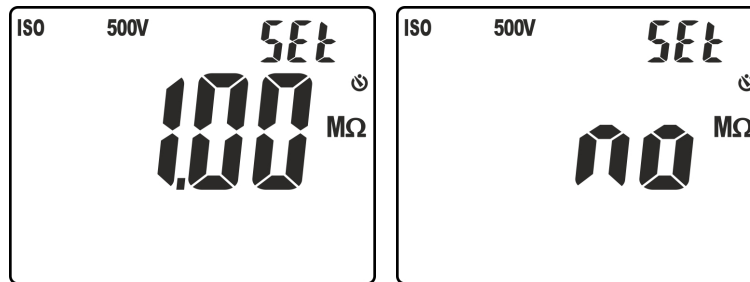

Fig. 16: Configuration du seuil limite de la mesure d'isolement
5. Cliquer sur les touches $\blacktriangledown/\text{☼}$ ou $\blacktriangle/\text{ZERO}$ pour sélectionner la valeur parmi les options: **0.10M Ω** , **0.230M Ω** , **0.50M Ω** , **1.00M Ω** , **100M Ω** , **no**. L'option « no » indique que le seuil n'est pas configuré (voir Fig. 16)
4. Cliquer sur la touche **V_{TEST}/LIM** et la maintenir enfoncée (>2s) pour configurer le seuil **minimum** sur la mesure. Le symbole « Set » clignote sur l'écran. Cliquer sur les touches **▼/☼** ou **▲/ZERO** pour sélectionner la valeur parmi les options: **0.10MΩ, 0.230MΩ, 0.50MΩ, 1.00MΩ, 100MΩ, no**. L'option « no » indique que le seuil n'est pas configuré (voir Fig. 16)
4. Cliquer sur la touche **VTEST/LIM** et la maintenir enfoncée (>2s) pour configurer le seuil **minimum** sur la mesure. Le symbole « Set » clignote sur l'écran. Cliquer sur les touches **▼/⚡** ou **▲/ZERO** pour sélectionner la valeur parmi les options: **0.10MΩ, 0.230MΩ, 0.50MΩ, 1.00MΩ, 100MΩ, no**. L'option « no » indique que le seuil n'est pas configuré (voir Fig. 16)